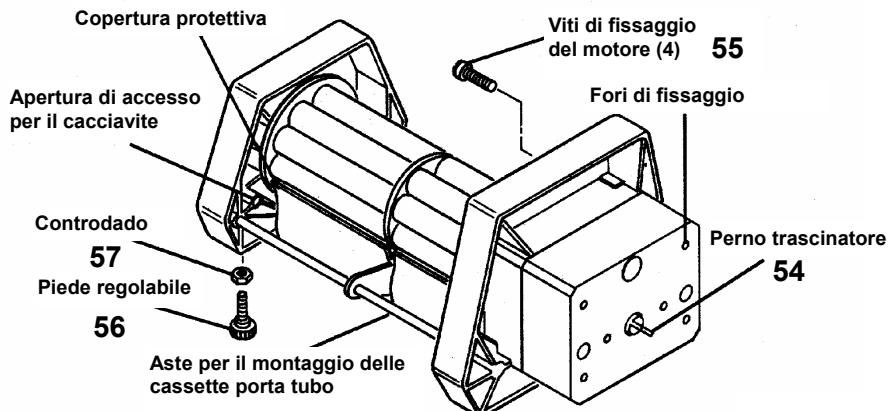

Fig. 32
4.2. Montaggio della testa della pompa multicanale al motore della pompa (fig. 32)